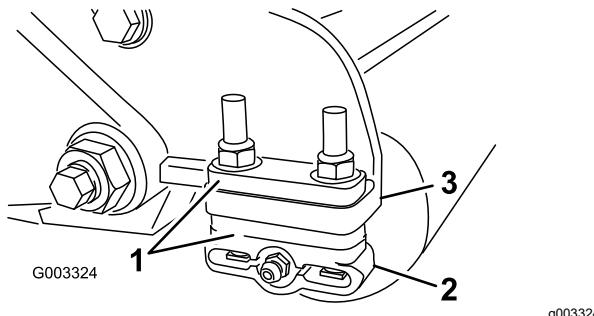

図 12
- 図 12に従って、サイドプレート取り付けフランジ(図 12)の下に必要な枚数のスペーサーを入れて、後部ローラーブラケット刈り高さと下刃の選択表(ページ 12)を希望の刈高範囲に調整する。